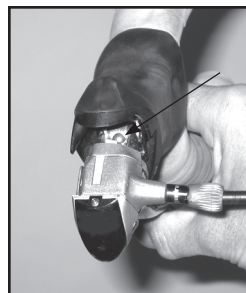

Figure 6 - Plot du câble dans le levier de frein
4. Assurez-vous que le plot du câble est bien à sa place dans le levier de frein (figure 6).